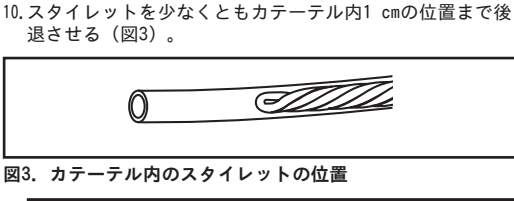

図3. カテーテル内のスタイレットの位置
- スタイレットを少なくともカテーテル内1 cmの位置まで後退させる（図3）。